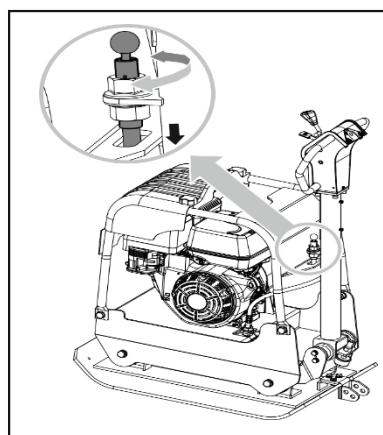

Рис. 13
4. Дайте двигателю остывать, затем снимите провод свечи зажигания, открутите ее и залейте 60 мл SAE-30 высококачественного машинного масла (Рис. 13).